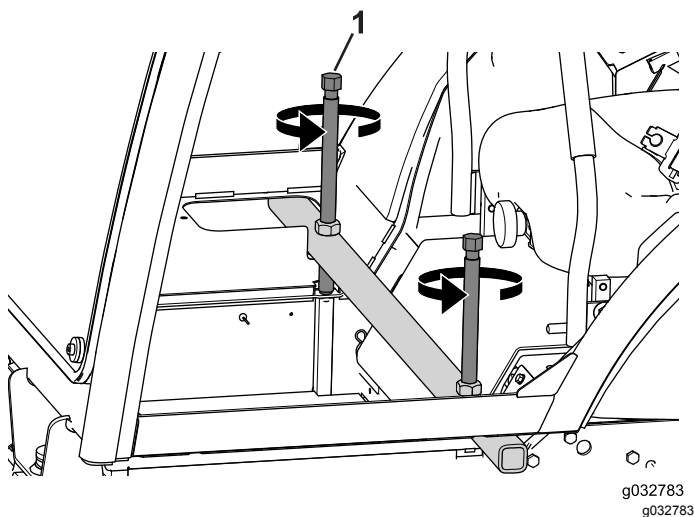

Figura 70
1. Alterne entre rodar os parafusos de elevação algumas voltas de cada vez para baixar a traseira da cabina até à máquina (Figura 70).